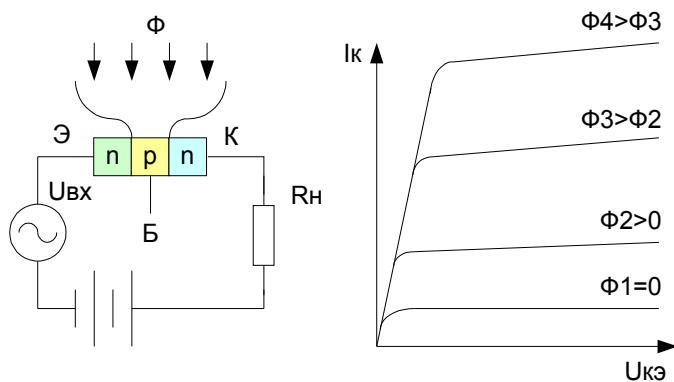

Рис. 93
3) Фототранзисторы. Фототранзистором называется фотогоальванический приёмник светового излучения, фоточувствительный элемент которого представляет собой структуру транзистора, обеспечивающую внутреннее усиление (смотрите Рис. 93).